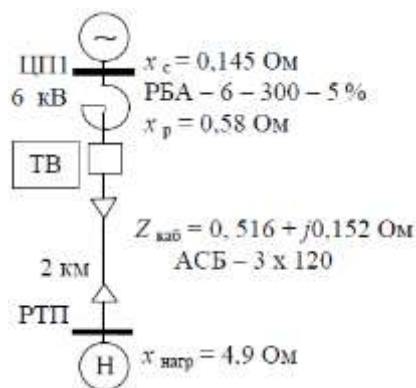

Рисунок 2
**Задание 2.** Рассчитать элементы релейной защиты сетей 6 (10) кВ промышленных предприятий. Также необходимо рассчитать ток и коэффициент самозапуска для выбора уставок максимальной токовой защиты реактивированной кабельной линии, питающей обобщенную нагрузку (рисунок 2). На рисунке указать исходные данные расчета в соответствии с вариантом задания (последняя цифра зачетной книжки).